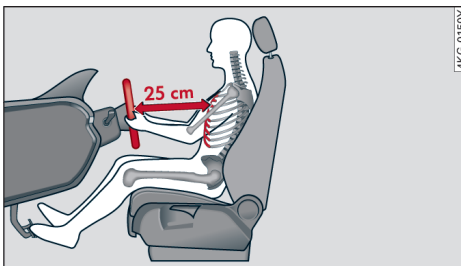

图 49 驾驶员与方向盘之间至少保持为 25cm 的距离
- 上身和方向盘与方向盘和仪表盘之间的间距至少有 25cm⇒图 49，这样安全气囊释放时才能得到有效的保护。